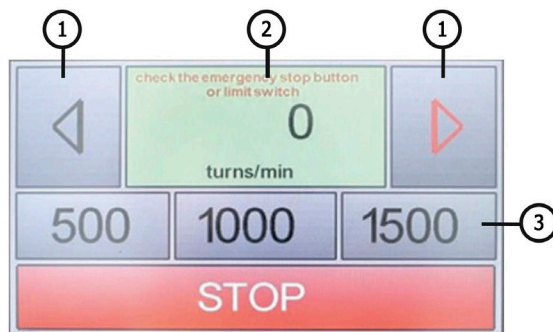

Rysunek 1. Wygląd stanowiska diagnostycznego
Stanowisko składa się z następujących elementów podstawowych (rys. 1):
3. Za pomocą systemu mocującego (patrz poz. 15 rys. 1) zamocuj obudowę pompy.
7.1. Uruchom napęd pompy obracając regulator obrotów 16 (rys. 1) ustaw wartość na 800 obr. / min. Przy tej wartości pompa ma podawać nominalne wartości ciśnienia i przepływu zgodnie z danymi paszportowymi diagnozowanego podzespołu.
8.2. Płynnie obracaj kurek obciążeniowy 9 (rys. 1) na kilka sekund. Wykrywanie odchyłeń w pracy odbywa się zgodnie z kryteriami przedstawionymi w tabeli 1.